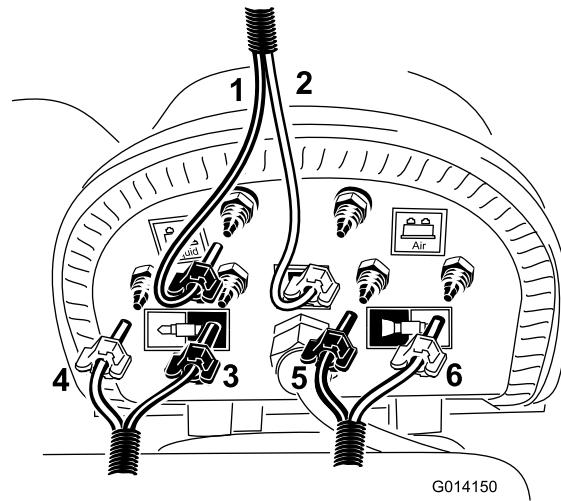

Figura 16
- Montate i tubi blu e trasparente sui corrispondenti raccordi scanalati superiori del compressore (Figura 16).
- F. Individuate il flessibile della schiuma disposto in direzione della barra sinistra e montate i tubi blu e trasparente nei punti illustrati in Figura 16.
- G. Individuate il flessibile della schiuma disposto in direzione della barra destra e montate i tubi blu e trasparente nei punti illustrati in Figura 16.